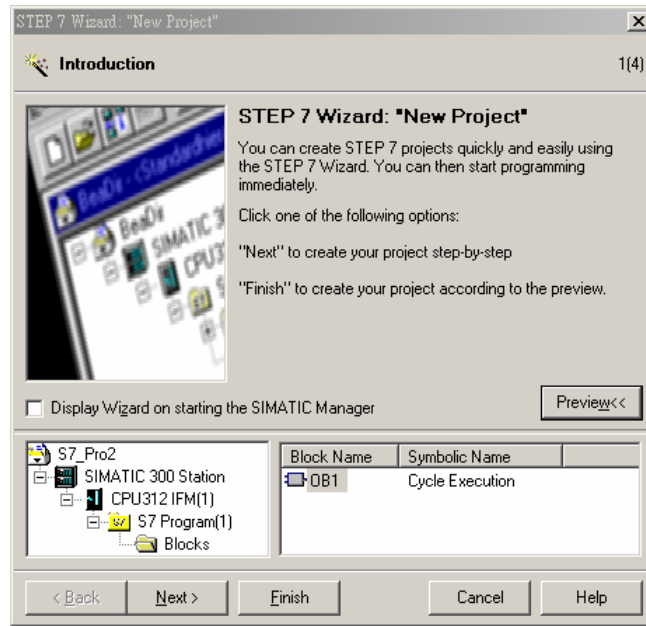

图 10-4
3. 在出现的工程向导对话框中点击『Next』按钮，如图 10-4 所示。